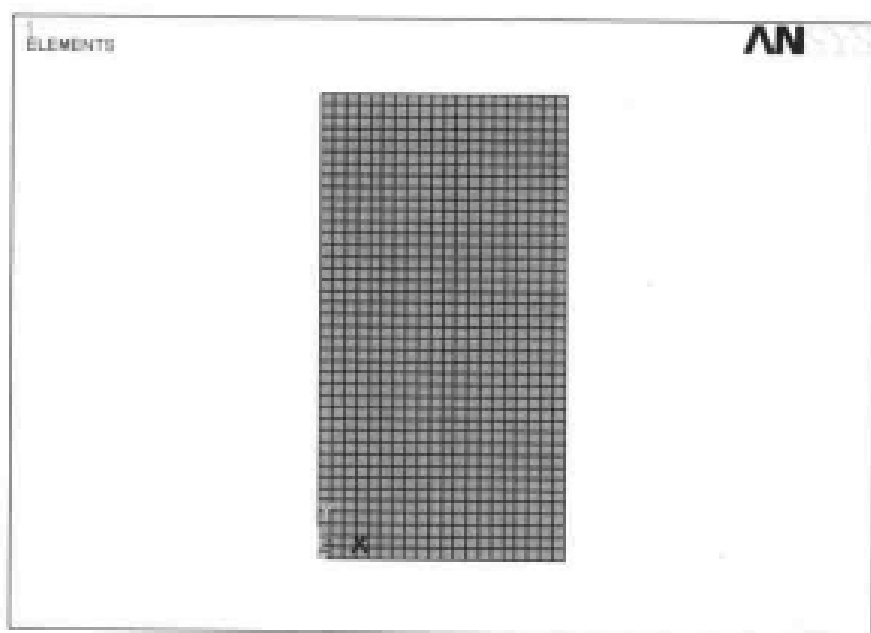

图 9-15 网格划分后的结果显示
(9) 选择 Main Menu | Preprocessor | Meshing | Mesh | Area | free 命令, 出现 Mesh Areas 菜单, 在文本框中输入 1, 单击 OK 按钮, 划分网格后的结果如图 9-15 所示。